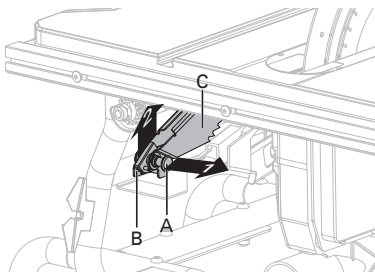

Fig. 8a
INSTALLATION DES GRIFFES ANTI-RECU ET DU PROTÈGE-LAME (Fig. 8a-8b)
- Extraire et maintenir le bouton (A) puis pousser les griffes anti-recul vers le haut, les retirer de leur rangement (B) situé à l'intérieur du côté gauche de la scie. (Fig. 8a)
- Extraire et maintenir le bouton (A). Aligner la fente sur les griffes anti-recul (C) avec la fente (D) sur le couteau diviseur (E). Placer la goupille creuse (F) sur les griffes anti-recul (C) dans la fente (D) sur le couteau diviseur (E).
- Pousser les griffes anti-recul (C) vers le bas jusqu'à ce qu'elles s'enclenchent et libérer le bouton (A) pour insérer la goupille (G) dans le trou (H) sur le couteau diviseur (E).